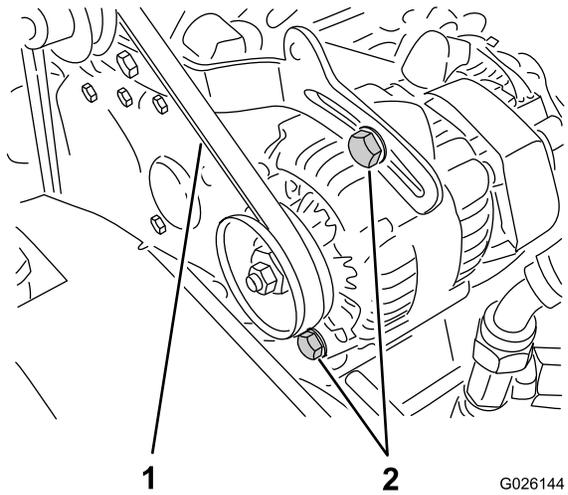

Рисунок 62
2. Проверьте натяжение, надавив на ремень посередине между шкивами коленчатого вала и генератора с усилием 10 кг (**Рисунок 62**).
- A. Ослабьте 2 болта крепления генератора (**Рисунок 62**).
- B. С помощью рычага поверните генератор до достижения требуемого натяжения ремня, после чего затяните болты крепления (**Рисунок 62**).